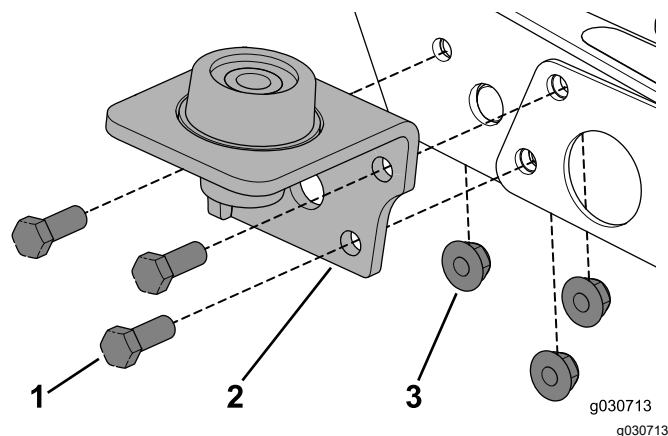

Figura 18
1. Rimuovete la bulloneria esistente e utilizzate i 3 bulloni ($\frac{3}{8}$ " x 1") e i dadi flangiati che fissano il supporto alla macchina (Figura 18).